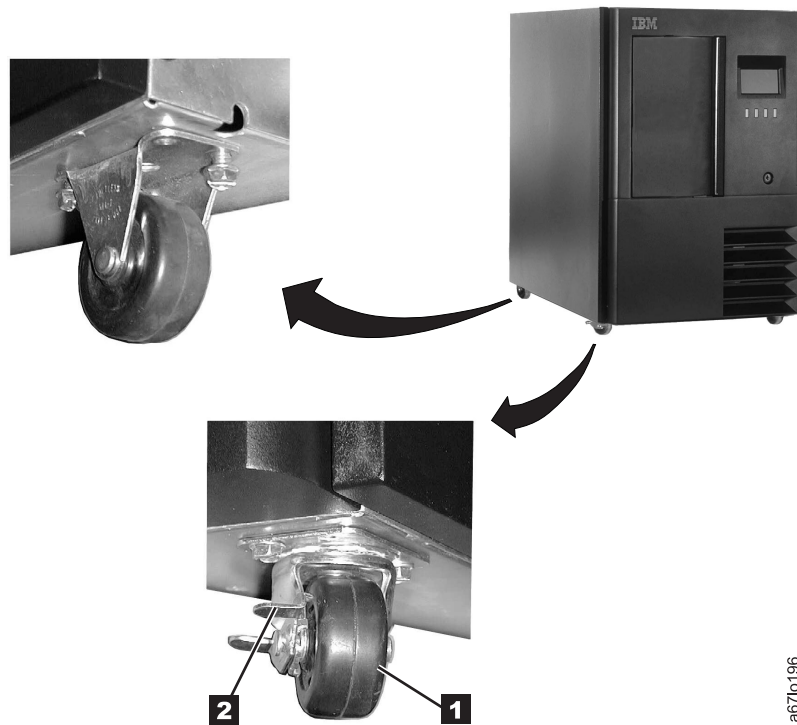

Abbildung 10. Vordere Gleitrollen sperren
2. Sperren Sie die beiden vorderen Gleitrollen **1**, indem Sie die Gleitrollenverriegelung **2** gegen den Uhrzeigersinn drehen (siehe Abb. 10).